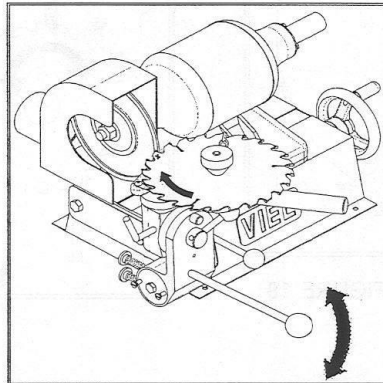

FIGURE 22
- 8) Appliquer une légère pression sur la lame contre la meule diamantée ; simultanément faire un mouvement avant, arrière et avant en 3 mouvements. Retirer ensuite la dent vers l'arrière et vérifier si la pastille (tip) a été meulée sur toute sa surface. Répéter si nécessaire afin d'obtenir une arête bien tranchante (Fig.22).